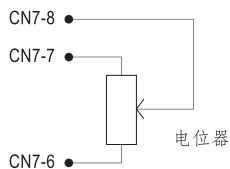

图1
- (1)当功能不需要时,请断开CN7-8 PIN脚(请参考输出模块原理图),然后输出电压将提升到标称电压。
- (2)连接CN7-8 PIN脚与CN7-6(或CN7-7)可以调整输出电压向上(若CN7-7,向下)到额定电压的5%
- (3)采用一个额外的100KΩ 电位器联接在CN7-6和CN7-7(参阅图1)之间将使调节器能够达到在 $\pm 5\%$ 范围内(例如:-3%,+2.5%,及其他)